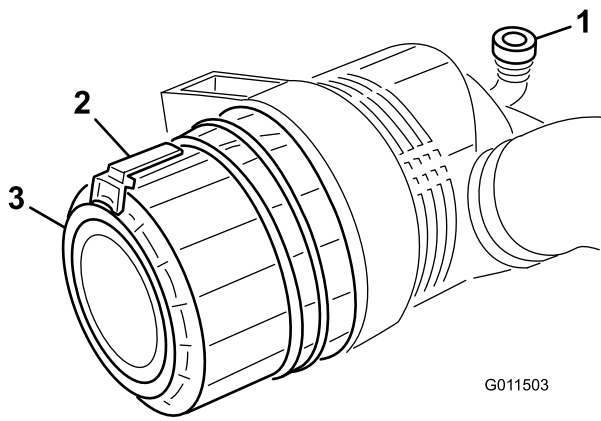

Figura 26
Revise el filtro del limpiador de aire únicamente cuando el indicador de mantenimiento (Figura 26) lo requiera. El cambiar el filtro antes de que sea necesario sólo aumenta la posibilidad de que entre suciedad en el motor al retirar el filtro.
1. Tire hacia fuera del enganche y gire la tapa del limpiador de aire en el sentido contrario a las agujas del reloj (Figura 26).